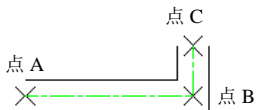

图 4.2.3 绘制多线
多线样式设置后, 就可使用当前多线样式绘制多线。下面就以图 4.2.3 所示的多线为例讲解其绘制的一般操作步骤。
Step4. 绘制多线。依次单击图 4.2.3 所示的点 A、点 B 和点 C，按 Enter 键结束绘制。